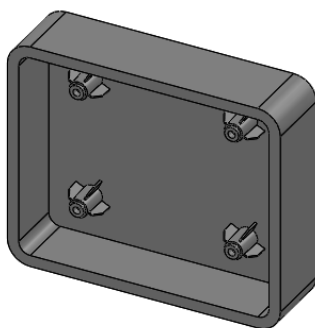

图 5-101 生成所有装配凸台扣合特征的零件实体模型
- [7] 生成所有装配凸台扣合特征的零件实体模型, 如图 5-101 所示。